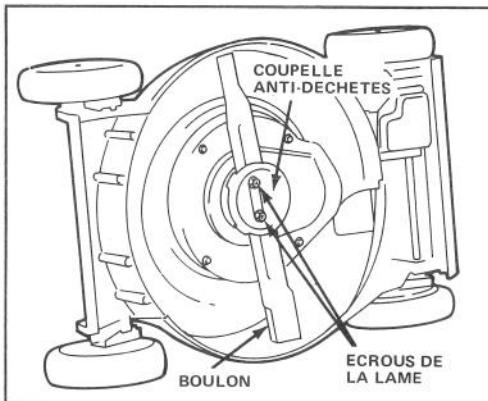

Figure 18
3. Faites basculer la tondeuse sur son côté droit (Fig. 18). Evitez de tourner la lame. Des problèmes de démarrage peuvent en résulter.
5. RETRAIT DE LA LAME – Saisissez l'extrémité de la lame en vous servant d'un chiffon ou d'un gant bien rembourré. Retirez les écrous de lame, la coupelle anti-debris, la lame, l'éntretise de lame et le filtre rotatif (Fig. 18 et 20).